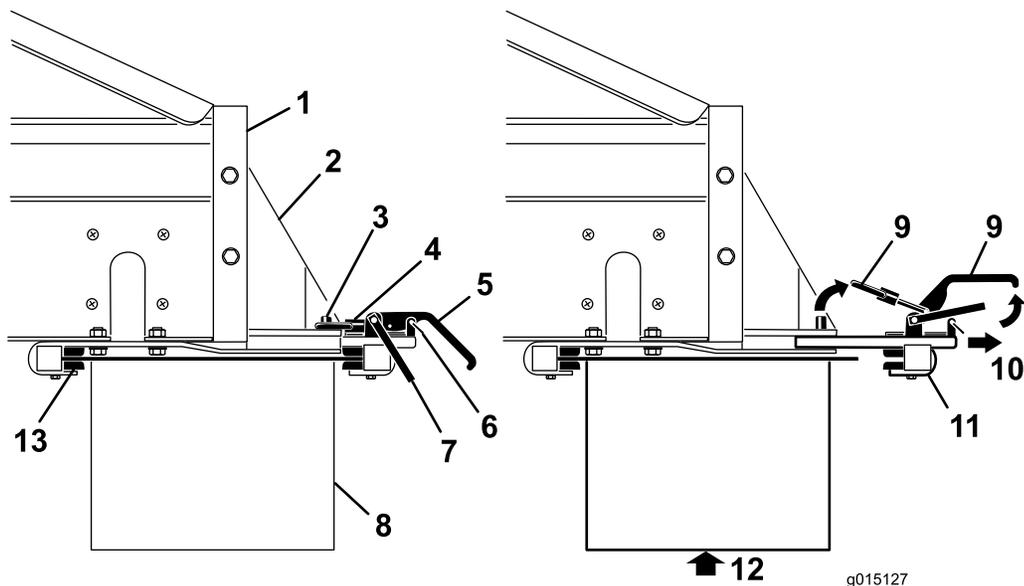

图 49
3. 卸下锁紧手柄 (图 49) 上的安全门夹。
4. 提起安全门然后提起附件连接锁紧手柄再从锁销中放开锁环 (图 49)。
5. 将后部的附件连接锁紧组件滑出快速连接槽 (图 49)。
6. 在他人协助下将位于机器后部的上下交叉输送机/转盘的前端插入固定架前部的锁紧装置(图 49)。
7. 在为交叉输送机/转盘提供支撑的同时将后部附件连接锁紧组件滑入支架的槽内并位于尾端上方(图 49)。
9. 将安全门夹安装到锁紧手柄(图 49)。